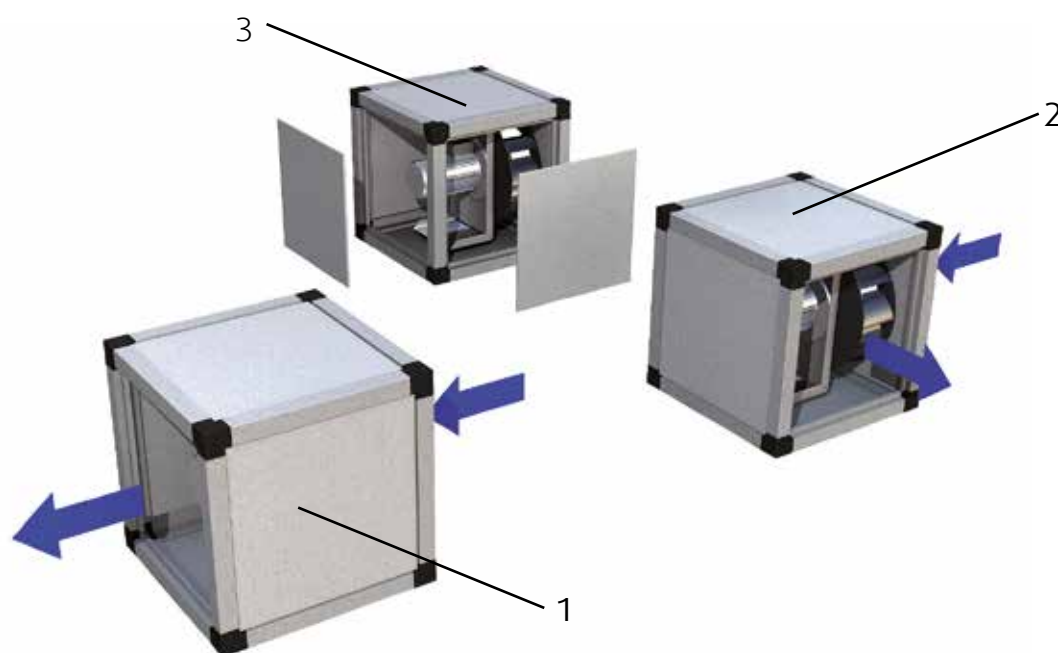

Fig. 11: MUB med varierende muligheder for udblæsning
- ☞ Luk den åbne side med dette sidepanel (se fig. 11).